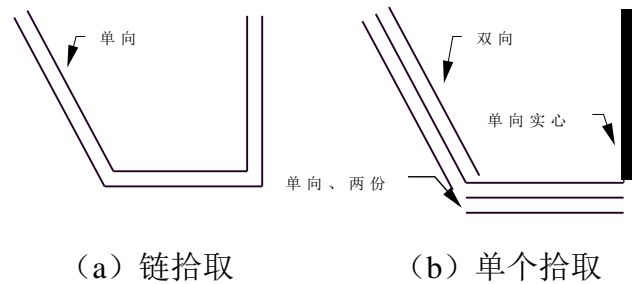
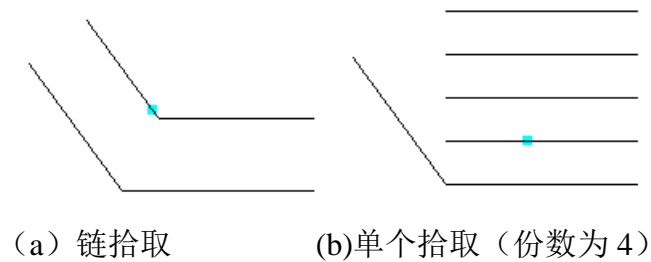

图 2-51 指定距离方式等距线的绘制
图 2-52 过点方式等距线的绘制
- 2) 在立即菜单【2:】中可选择【指定距离】或者【过点方式】。指定距离方式是指选择箭头方向确定等距方向，按给定距离的数值来确定等距线的位置，如图 2-51 所示。过点方式是指过已知点绘制等距线，如图 2-52。等距功能默认为指定距离方式。